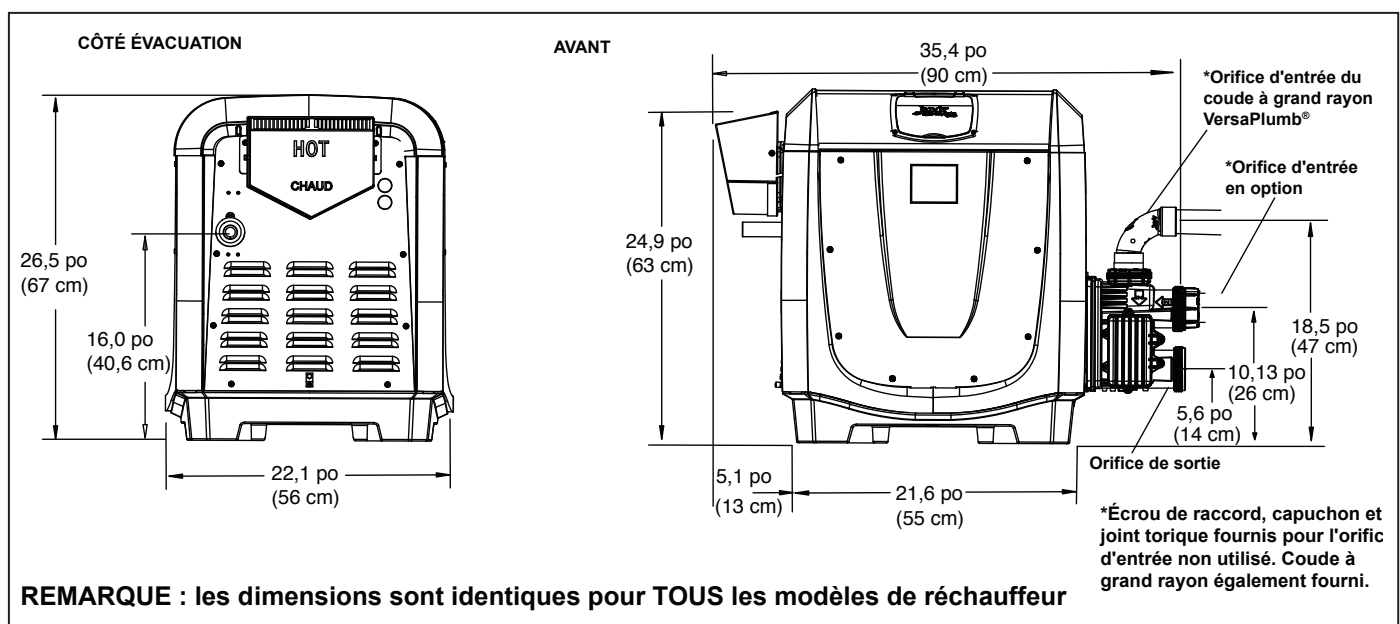

Figure 1. Configuration générale
Voir la figure 1 pour les dimensions extérieures et les dimensions aux principaux raccordements.
- Les dimensions indiquées dans la figure 1 sont